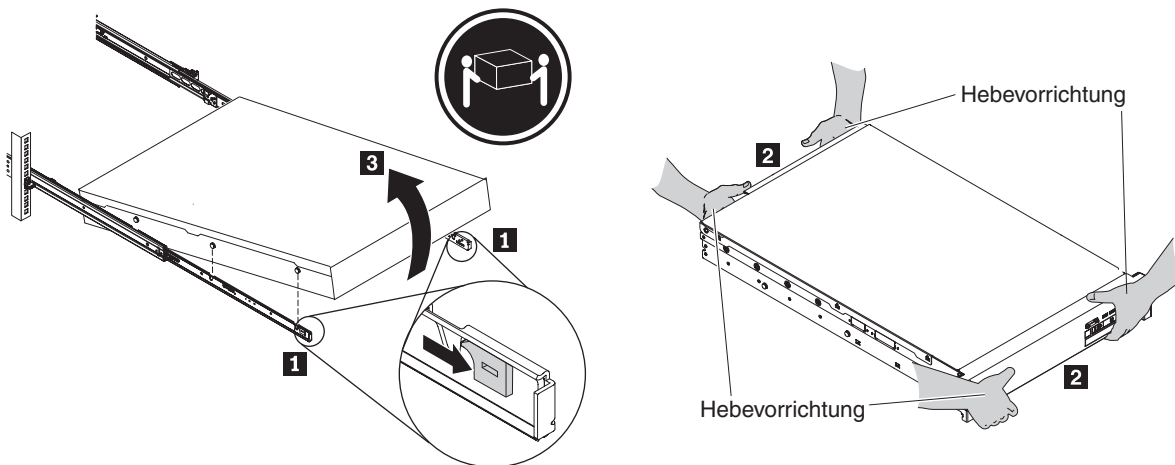

Abbildung 29. Vorderseite der Appliance entriegeln und drehen
**Anmerkung:** Stellen Sie sicher, dass immer zwei Personen die Appliance anheben und dass diese Personen ihre Hände wie unter **2** in Abb. 29 dargestellt positionieren.
1. Entriegeln Sie die Vorderseite der Appliance und drehen Sie sie, wie in Abb. 29 dargestellt.